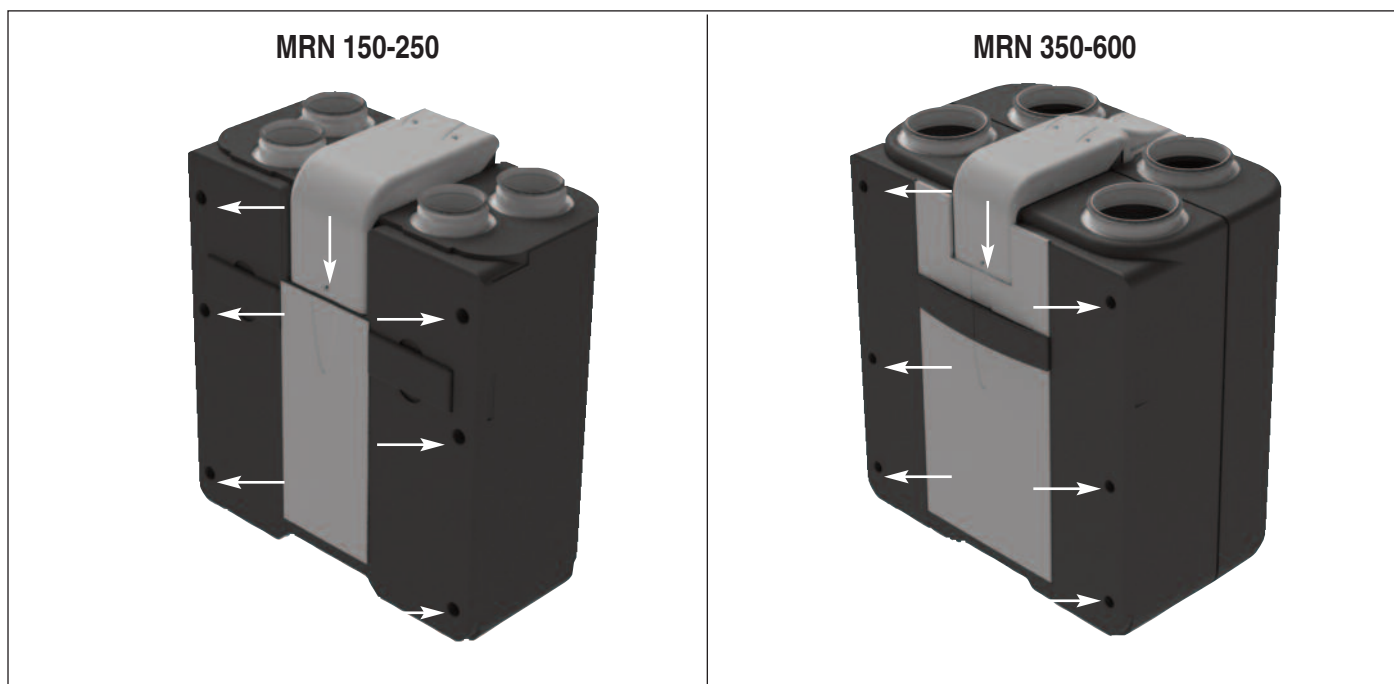

fig. 35
- 2) Togliendo prima i tappi di copertura, svitare le viti del pannello frontale (fig. 35) con l'apposita chiave TORX, togliere il pannello tramite la presa ergonomica ad incasso (fig. 35).
- 2) First remove cover plugs, unscrew frontal panel screws (fig. 35) with TORX key and remove front cover panel using ergonomic handle (fig.35).